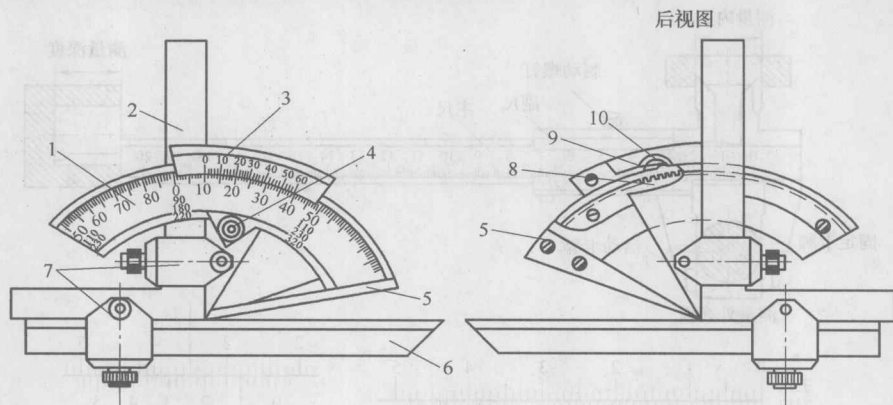
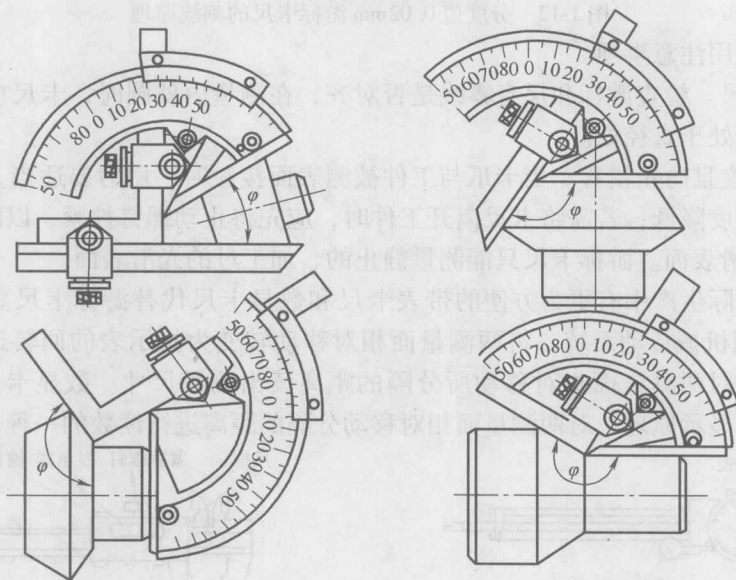

图1-10 游标万能角度尺
图1-11 游标万能角度尺的使用
(2) 游标万能角度尺 万能角度尺由主尺1、基尺5、游标3、角尺2、直尺6、卡块7、制动器4组成,如图1-10所示。捏手10可通过小齿轮9转动扇形齿轮8,使基尺5改变角度,带动主尺1沿游标3转动,角尺2和直尺6可以配合使用,也可以单独使用。用游标万能角度尺测量工件角度的方法如图1-11所示,它可以测量 $0^{\circ} \sim 320^{\circ}$ 范围内的任何角度。主尺上每相邻两条线间夹角为 1° ,游标上也有刻度线,是取主尺的 29° 等分为30格刻线,所以游标上每相邻两条刻线间为 $29^{\circ}/30$,主尺与游标的两刻线间夹角差为 $1^{\circ} - (29^{\circ}/30) = 1^{\circ}/30 = 2'$,也就是说,游标万能角度尺的分度值为 $2'$ 。